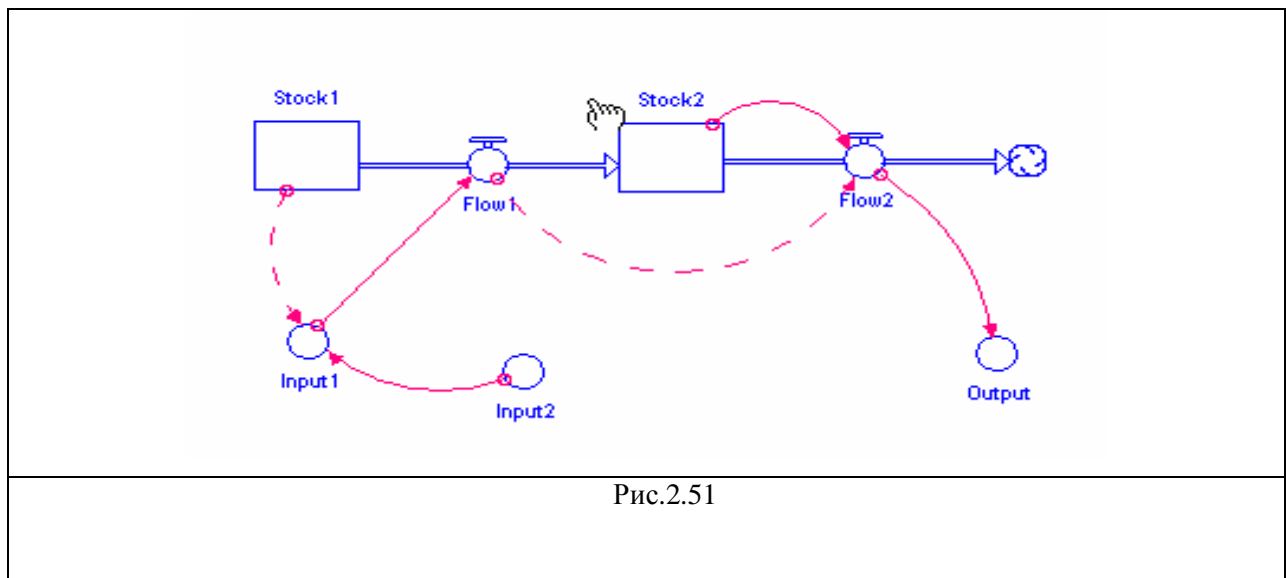

Рис.2.51
**Коннектор** предназначен для связи между собой элементов модели. Существуют два вида коннекторов: действующий коннектор (помечается сплошной розовой стрелкой) и информационный коннектор (помечается пунктирной розовой стрелкой) (Рис.2.51). Надо отметить, что коннектор не может указывать на фонд, так как его значение можно изменять только с помощью потока.
На Рис.2.51 показаны некоторые виды коннекторов. Следует отметить, что при создании коннекторов в модели у вас могут возникнуть окна с предупреждениями: